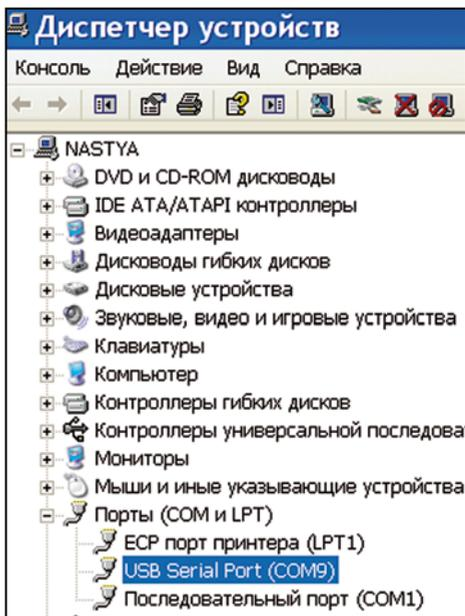

Рисунок 5. Диспетчер устройств
6.2.2 Чтобы проверить номер виртуального COM порта, надо запустить Диспетчер устройств (рисунок 5):
6.2.5 Порты COM3 - COM8 в списке на рисунке 6 отмечены, как «используемые» в системе. На самом деле, в данный момент времени они свободны, а реально «используется» только последовательный порт COM1 материнской платы компьютера (рисунок 5). Общая рекомендация такова: если какое-либо USB устройство с COM портом (например, адаптер COM порта) в данный момент не подключено к компьютеру, его номер порта можно использовать для драйвера USB-ПО5.